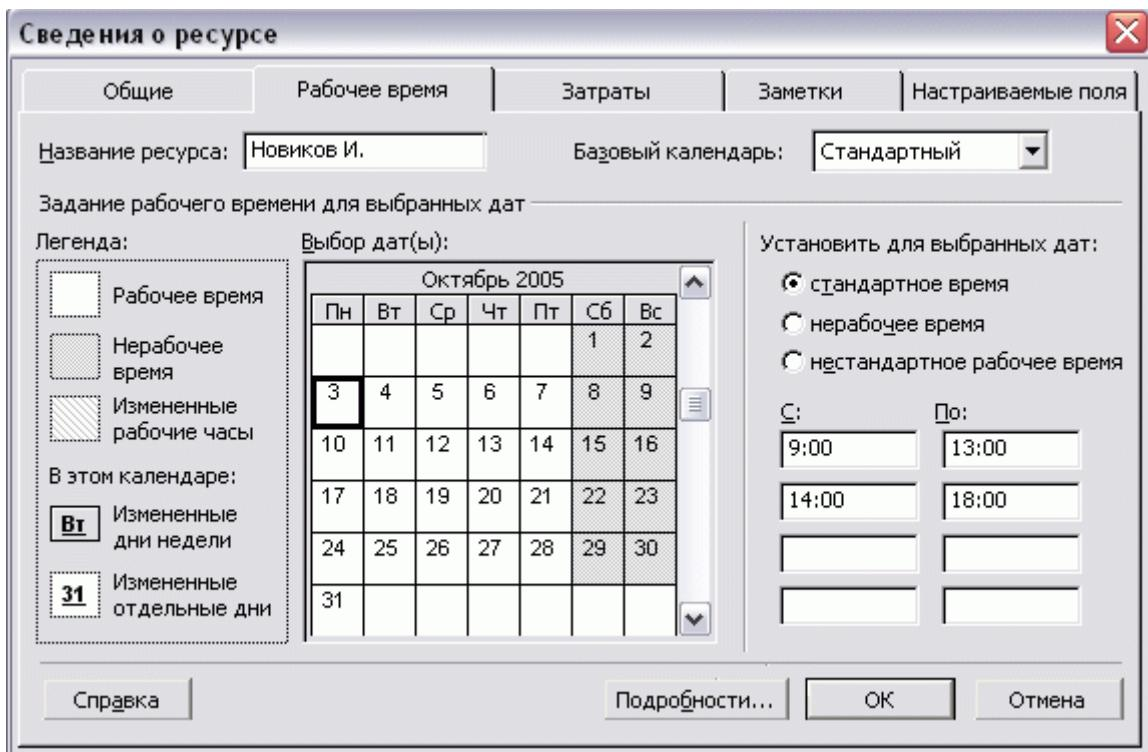

Рисунок 12. Рабочее время отдельных ресурсов
- Выбрать закладку *Рабочее время* и изменить рабочее в определенный день (см. Рисунок 12).